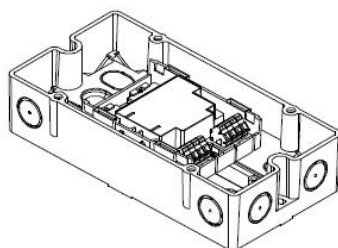

Fig. 3
- Instalação fora de um gabinete de comutação ou de uma unidade de controle: Use invólucro FDCH221 (Fig. 3).
3. Use dois parafusos (M4) para encaixar o invólucro numa superfície plana (Fig. 3). Distância entre furos: $182,0 \pm 1,0$ mm.
2. Fixe o módulo com dois parafusos no invólucro (Fig. 3).